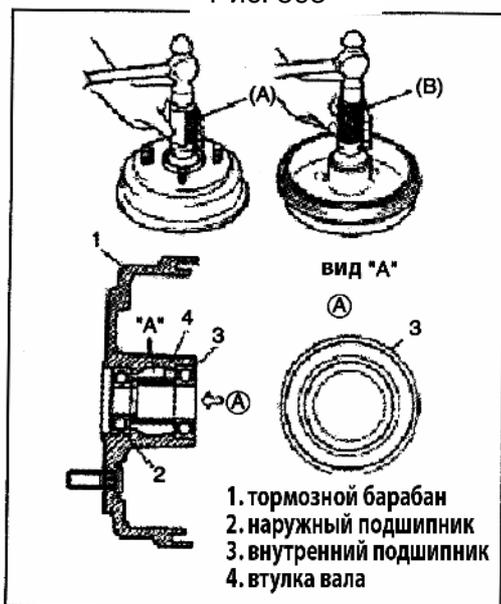

Рис. 594
- 2) При помощи специального инструмента, установите подшипник (Рис. 594).
Нанесите 15 г смазочного материала между ступицей и втулкой как показано на рисунке "А" (Рис. 594).